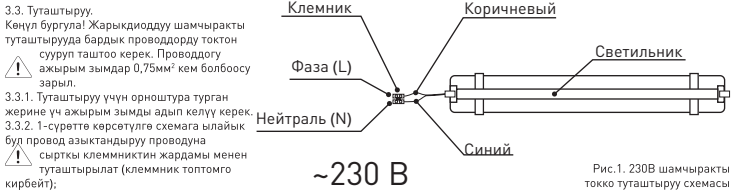

Рис.1. 230В шамчыракты токто туташтыруу схемасы
4.3.2. Этот провод необходимо подключить к проводу источника питания с помощью внешнего клеммника (в комплект не входит) в соответствии со схемой, изображенной на рис.1